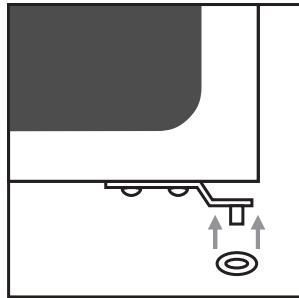

Abb. 9c
- Die Tür in das untere Scharnier schieben. Den Ring zwischen Scharnier und Scharnierhalterung legen (siehe Abb. 9c).